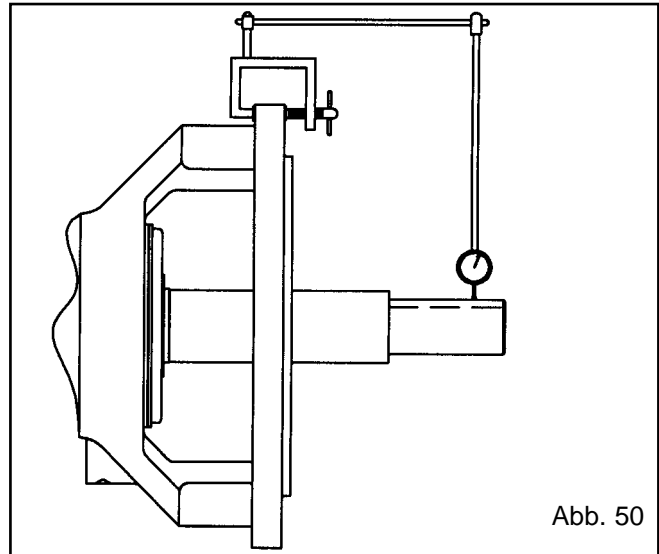

Abb. 50
- a. Die Meßuhr, wie auf Abb. 50 gezeigt, am Lagerrahmen anbringen.
- b. Die Welle (122) von einer Seite der Keilnut zur anderen drehen. Wenn die Gesamtablesung mehr als 0,05 mm beträgt, die Ursache suchen und beheben.